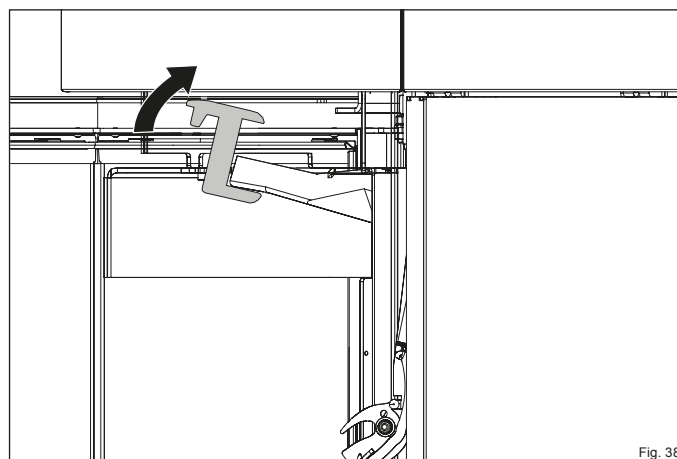

Fig. 38
- Faites tourner le support de la pierre thermique vers l'avant jusqu'à ce que la pierre thermique supérieure se désengage du support (Fig. 38).